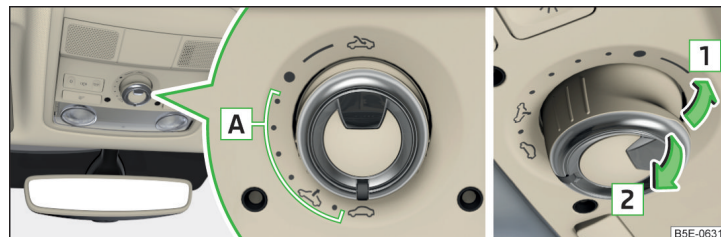

Fig. 41 Operarea trapei glisante/rabatabile
### Operarea trapei glisante/rabatabile » fig. 41
Dacă trapa glisantă/rabatabilă se închide prin tragerea de locașul comutatorului în sensul săgeții  » **fig. 41 la pagina 61** și procesul de închidere este împiedicat de un obstacol, la a treia încercare se închidere se va dezactiva limitarea forței (dacă intervalul dintre încercările de închidere va fi sub 5 s). Trapa glisantă/rabatabilă se închide cu forța maximă - există pericolul de accidentare.
- Cuplați contactul și aduceți comutatorul în poziția  » **fig. 41 la pagina 61.**